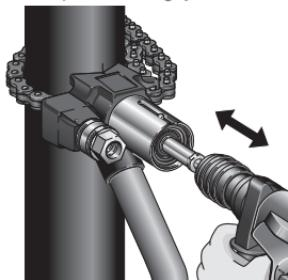

**Figura 5 – Conexión de la aspiradora**
6. Conecte bien la manguera de la aspiradora a la conexión sobre la guía para la broca y a la aspiradora. Es posible que tenga que usar un adaptador. Vea la *Figura 5*.